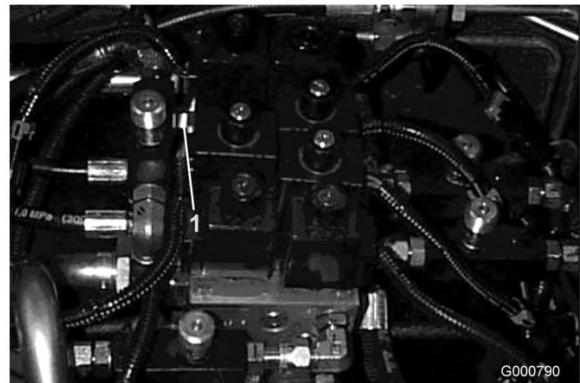
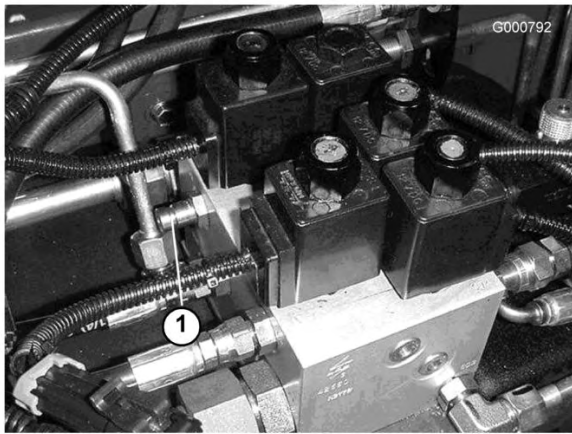

Figura 80
Figura 81
1. Il foro diagnostico A (Figura 80 e Figura 81) agevola la diagnostica del circuito idraulico degli elementi di taglio posteriori.